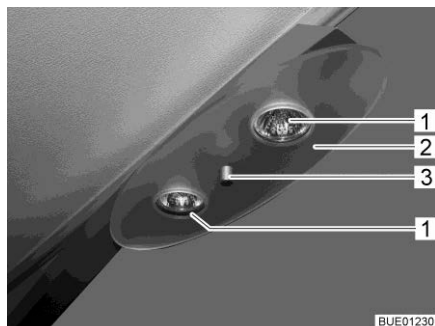

Bild 191 Halogentaklampa
- Skruva av fästmuttern (Bild 191,3) och ta av täckplattan (Bild 191,2).
- Tag ut halogenglödlampan (Bild 191,1).